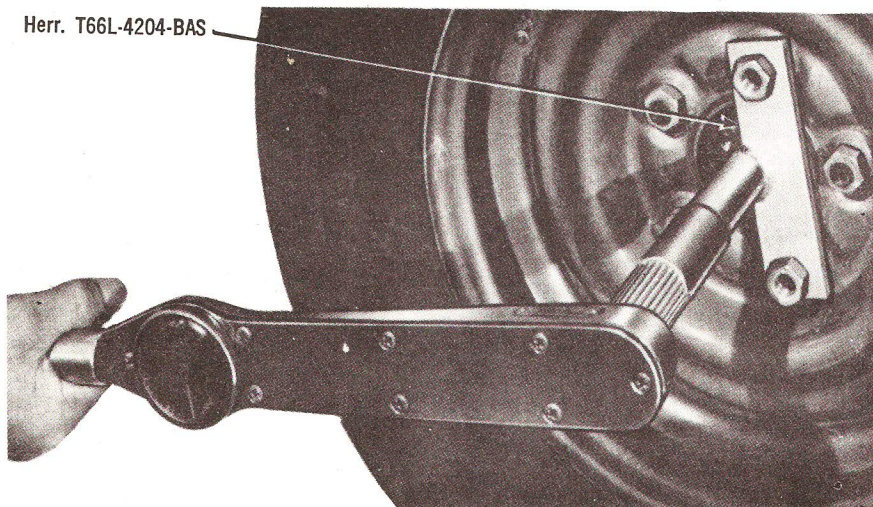

Fig. 1 — Comprobación de Torsión para Soltar Freno de Estacionamiento.
3. Levante el automóvil. Afloje la tuerca de seguridad del estabilizador y gire la tuerca hacia delante contra la guía del cable en el estabilizador hasta que haya una tensión de 75-100 libras en el cable trasero izquierdo o 100 lbs. pie de torsión haciendo girar las ruedas traseras en rotación hacia el frente con una llave de torsión y la herramienta T66L-4204-BAS como se indica en la Fig. 1. La medida de torsión debe hacerse en relación a la línea central de la rueda. Apriete la tuerca de seguridad.